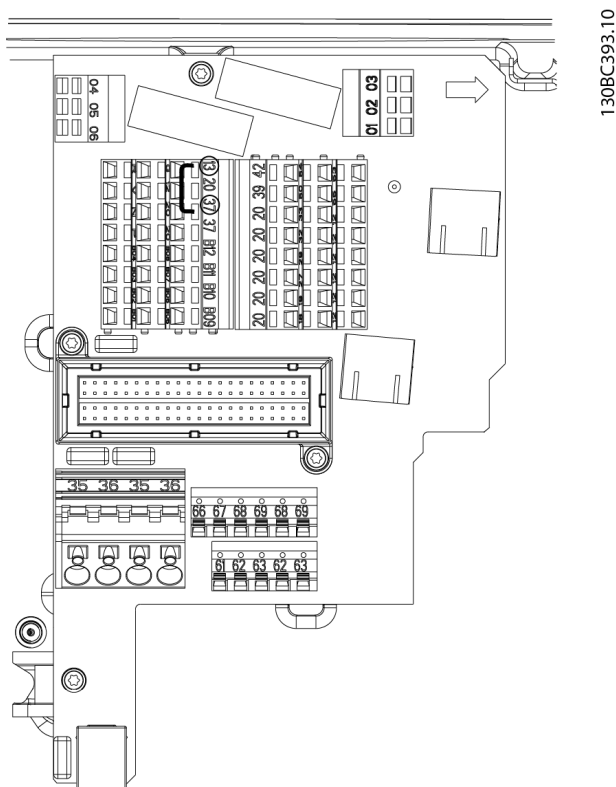

Abbildung 2.27 Drahtbrücke zwischen 13 und 37
1. Entfernen Sie die Drahtbrücke zwischen den Steuerklemmen 37 und 12 oder 13. Ein Durchschneiden oder Brechen der Drahtbrücke reicht zur Vermeidung von Kurzschlüssen nicht aus. (Siehe Drahtbrücke in *Abbildung 2.27*.)